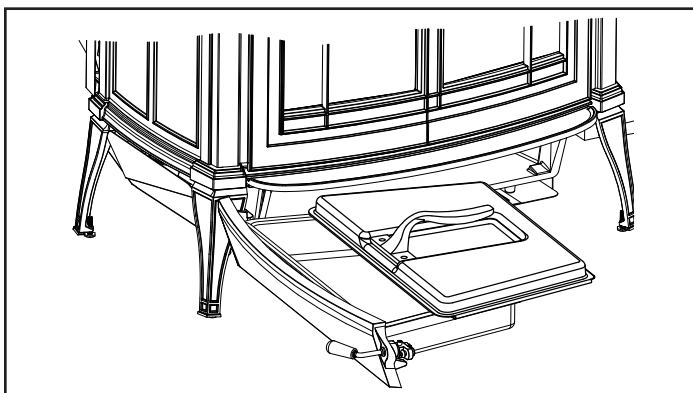

Figure 2.10 - Assurez-vous que le couvercle soit bien attaché avant d'enlever le bac.
- Glissez le couvercle sur le bac et veuillez vous assurer qu'il soit bien fermé. (Figure 2.10)